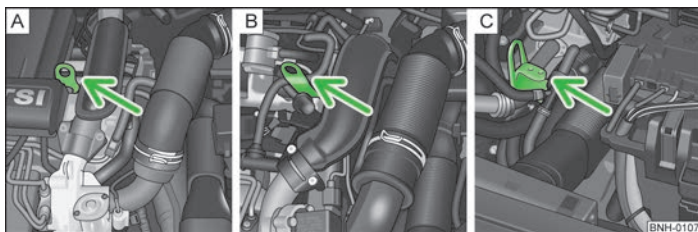

Fig. 118 Pornirea asistată - sistemul START-STOP
- Motoare 1,2 l/63 kW TSI și 1,2 l/77 kW TSI » fig. 118 - **[A]**
- Motor 1,4 l/90 kW » fig. 118 - **[B]**
- Motor 1,6 l/77 kW TDI CR » fig. 118 - **[C]**